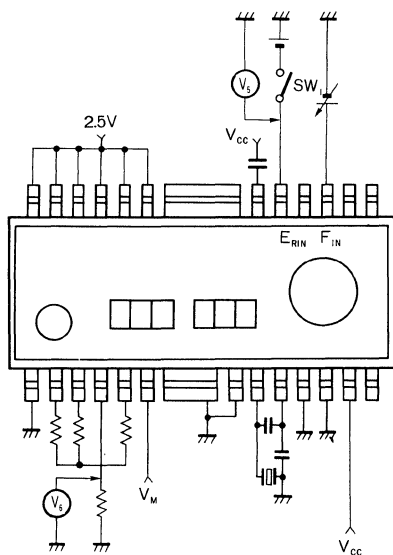

Fig.6
3) 速度ディスクリミネータ (17pin) PWM 変換信号を 17 pin から出力します。(Fig. 6)。